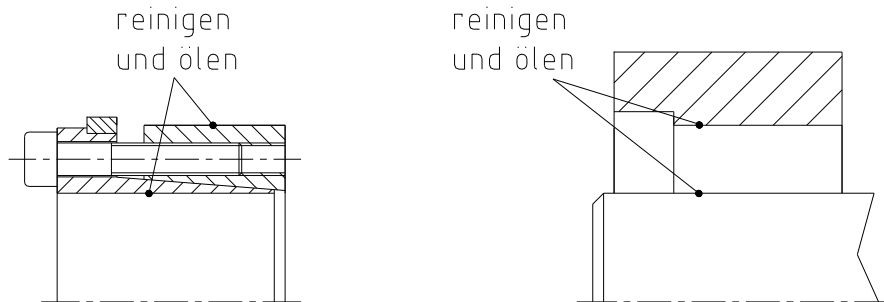

Bild 6: Reinigen und Ölen der Kontaktflächen (Beispiel: CLAMPEX® KTR 201)
- Die in Bild 6 gekennzeichneten Flächen des Spannsatzes sowie der Welle und Nabe reinigen und anschließend dünnflüssiges Öl leicht auftragen (z. B. Ballistol Universal Öl oder Klüber Quietsch-Ex).